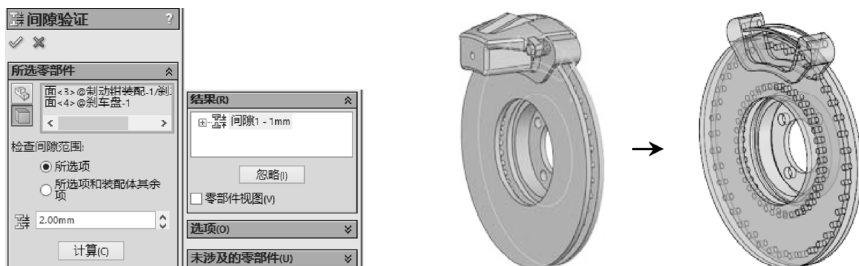

图 5-79 间隙验证操作
STEP 2 单击“装配”工具栏中的“间隙验证”按钮,在打开的“间隙验证”属性管理器中单击“选择面”按钮,然后选择“制动盘”一个侧面和其临近的制动片托架的面,设置“可接受的最小间隙”为 2mm,单击“计算”按钮,查看这两个面的间距是否小于 2mm,如图 5-79 所示(由于实际间距只有 1mm,所以系统给出了提示)。